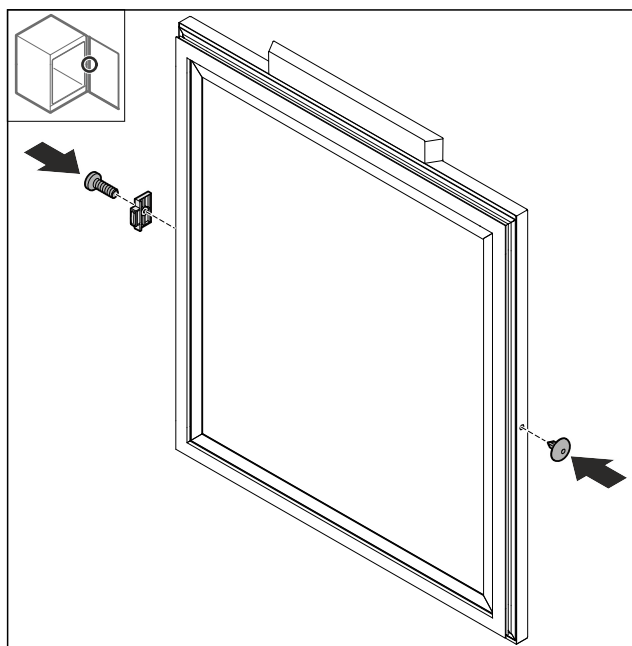

Fig. 73
- Montojeni ndaluesin e derës Fig. 73 (1) në anën e kundërt të kthyer me 180°.
- Vendosni kapakun mbulues Fig. 73 (2) në anën e kundërt.